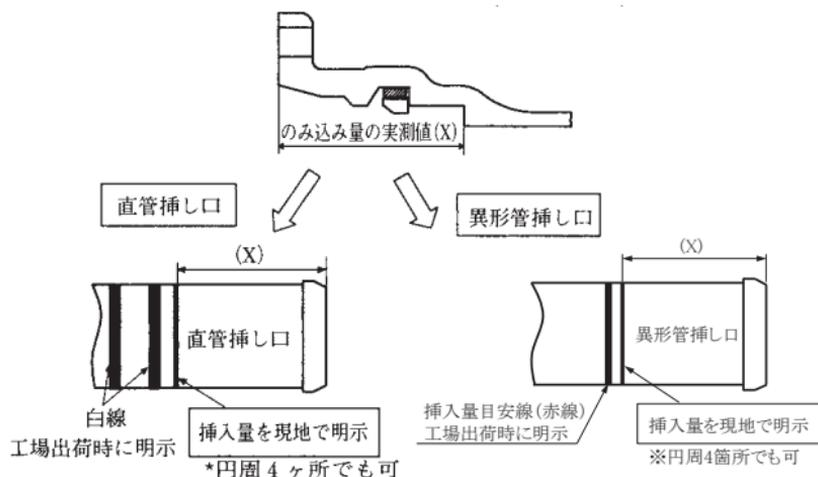

図30 挿し口の挿入量 (X)
挿し口を受口へ挿入する前に、異形管受口端面から受口奥部までの、のみ込み量の実測値 (X) を測定する。その測定値 (X) を挿し口への挿入量 (X) として、挿し口外面全周（または円周4ヶ所）に白線で明示する。(図30参照)。